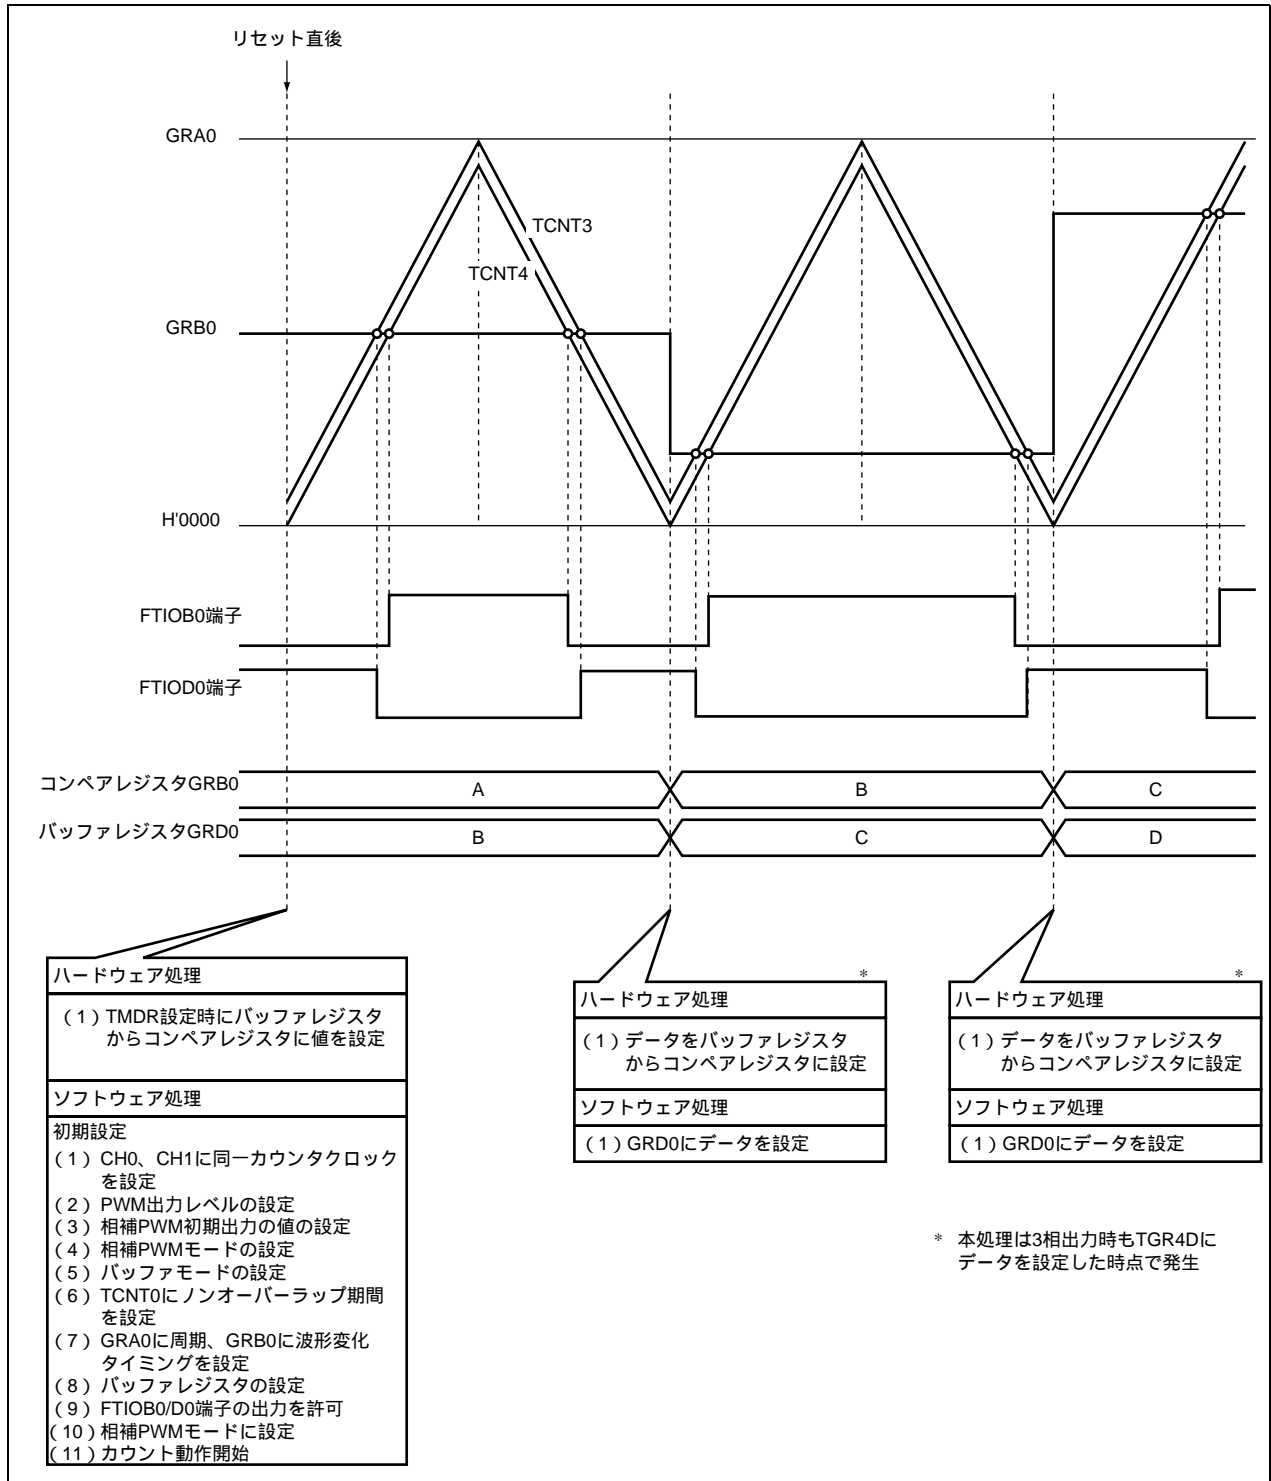

図 3.2 相補 PWM1 相波形出力の動作原理
2. 図 3.2 に動作原理を示します。H8/3687 のハードウェア処理およびソフトウェア処理により、相補 PWM 波形出力をします。ただし、転送モードは、谷でデータを変更するモードに選択してあります。